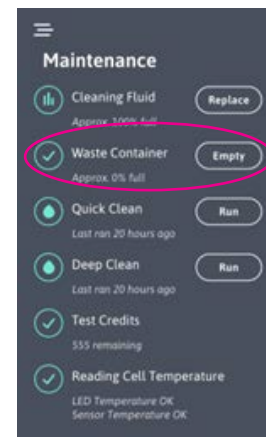

Figura 35
5. Prima o botão de reposição do Contentor de Resíduos Vazio no Menu Manutenção (Figura 35) para repor.